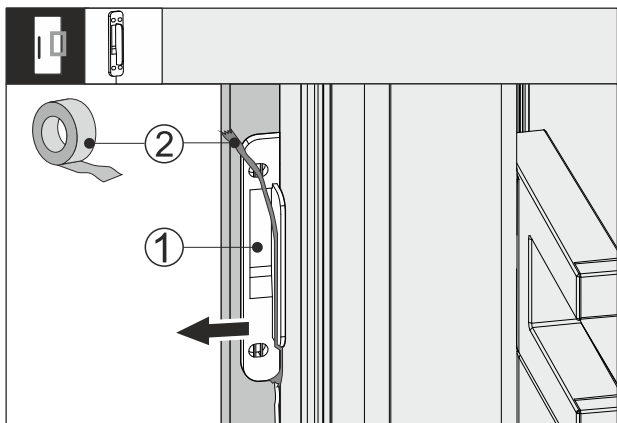

Fig. 64
- Aflojar la cinta adhesiva Fig. 64 (2) del sensor de golpes Fig. 64 (1).